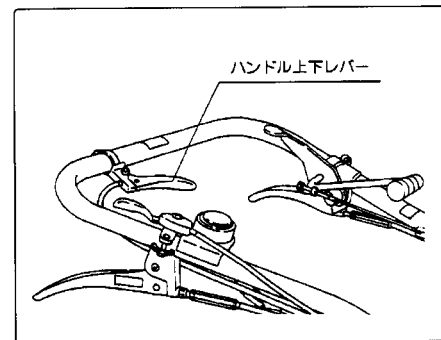

図22
① ハンドル上下レバーを握りハンドルを上から操作してください。（図22）
② ロータリ回転と適応作業